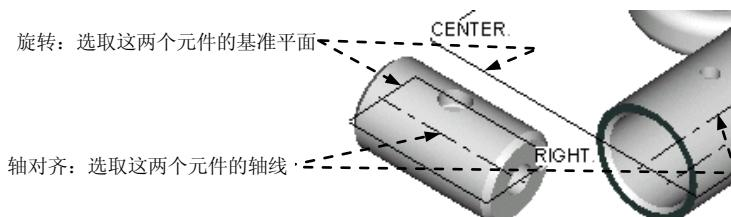

图 12.5.1 装配活塞
(1) 选择下拉菜单**插入①** → **元件②** → **装配③**命令，打开名为piston.prt的零件，此时出现“元件放置”操控板。
(2) 创建滑动杆（Slider）连接。在“元件放置”操控板中进行下列操作。
① 在约束集列表中选取**滑动杆**选项。
② 修改此连接的名称。单击操控板中的**放置**按钮；在**集名称**文本框中输入此连接的名称“Connection_1c”，并按Enter键。
③ 定义“轴对齐”约束。在**放置**界面中单击**轴对齐**项，然后选取图12.5.1所示的两条轴线（元件Piston的中心轴线和元件Body的中心轴线）。
④ 定义“旋转”约束。分别选取图12.5.1中的两个基准平面（元件Piston的RIGHT基准平面和元件Body的CENTER基准平面），以限制元件Piston在元件Body中旋转。